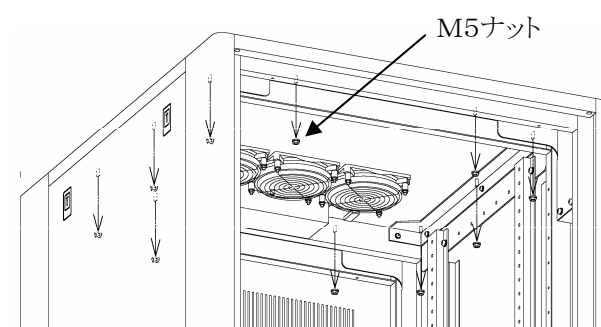
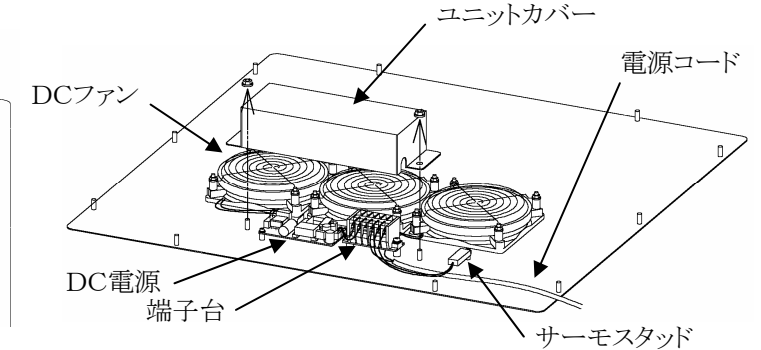

図16 ファンユニットの取外し
図17 ファンユニット
- ① ファンはサーモスタッドにて28℃で動作するようになっています。止まっているときも非常に危険ですので、ファンのプロペラには絶対に指などで触らないでください。
- ② ファンの寿命は、目安として常温常湿で約50,000時間程度ですので定期的に交換を行ってください。
- ③ 日常ファンが正常に作動しているか、振動や異常音がないかを点検してください。
- ④ ファンはDC12V(型式:N1V-001F)です。当社もしくは最寄りの販売店より購入してください。
- ① 天井のファンパネルを外します。前後はフレーム内、横にナットが2個並んでいる方(3個並んでいる方は外さないでください)、左右はアングルに3個並んでいる方を外してください。(図16)
- ② ユニットカバーを外します。
- ③ 異常のあるファンのコードを端子台から外します。コードを傷つけないように結束バンドを切ります。(図17)